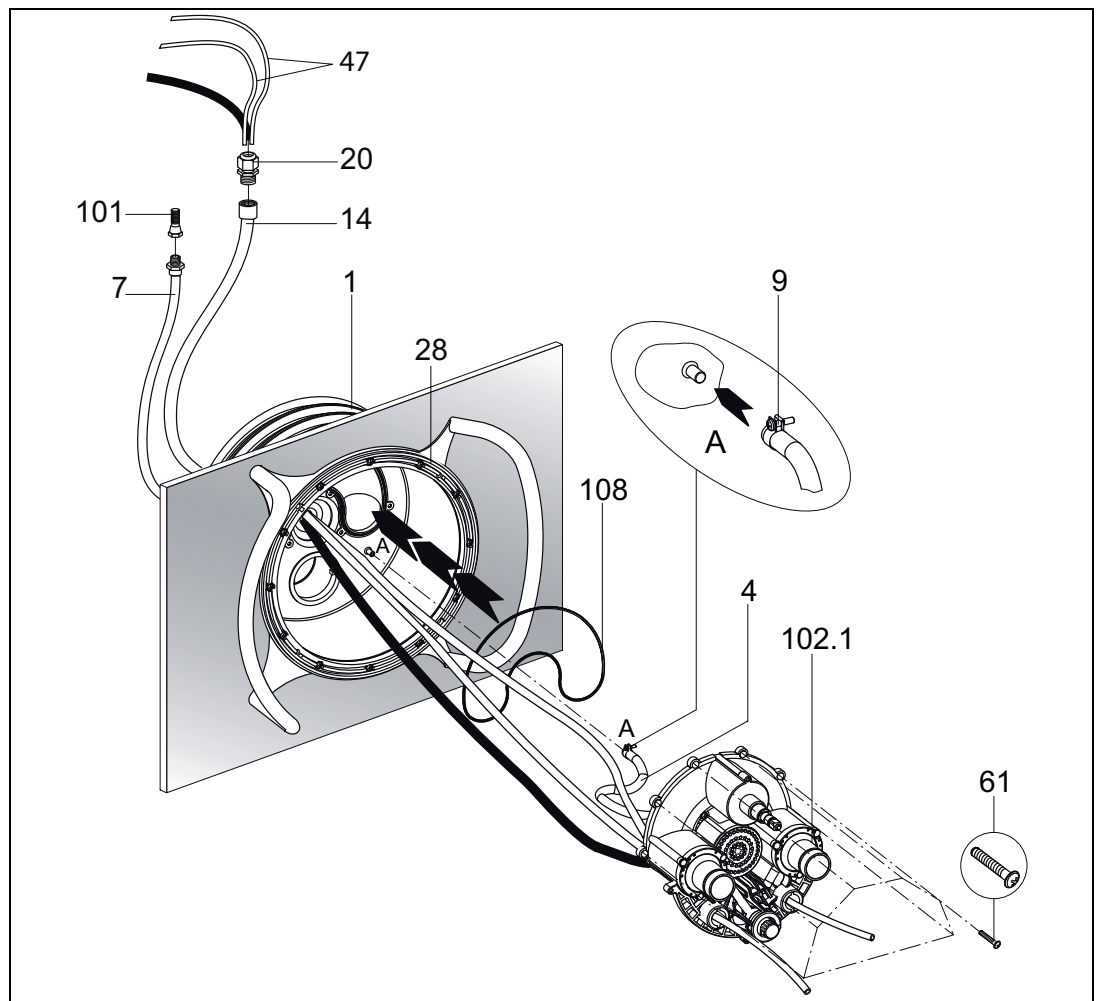

Abb.10
2. O-Ring (108) in das Einbaugeschäuse (1) einlegen (Abb. 10).
3. Die zehn beigelegten Schneidschrauben (61) in das Düsengehäuse einschrauben. Vormontiertes Düsengehäuse (102.1) am Einbaugeschäuse (1) ansetzen (Abb. 10).
4. Pneumatikschläuche (47) und Kabel des Scheinwerfers durch Schutzschlauch (14) führen und mit Kabelverschraubung (20) abdichten (Abb. 10).
5. Innere Luftleitung (4), die am Düsengehäuse (102.1) bzw. Luftregelung bereits komplett vormontiert ist, mit Schlauchklemme (9) am Einbaugeschäuse (1) befestigen (Abb. 10).
6. Pneumatikschläuche durch die unteren bzw. äußeren Öffnungen vom Düsengehäuse (102.1) führen (Licht EIN/AUS links; Pumpe EIN/AUS rechts); (Abb. 10)
7. Das kpl. Düsengehäuse (102.1) am Einbaugeschäuse (1) ausrichten und die zehn vormontierten, selbstschneidenden Schrauben (61) befestigen (Abb. 10).